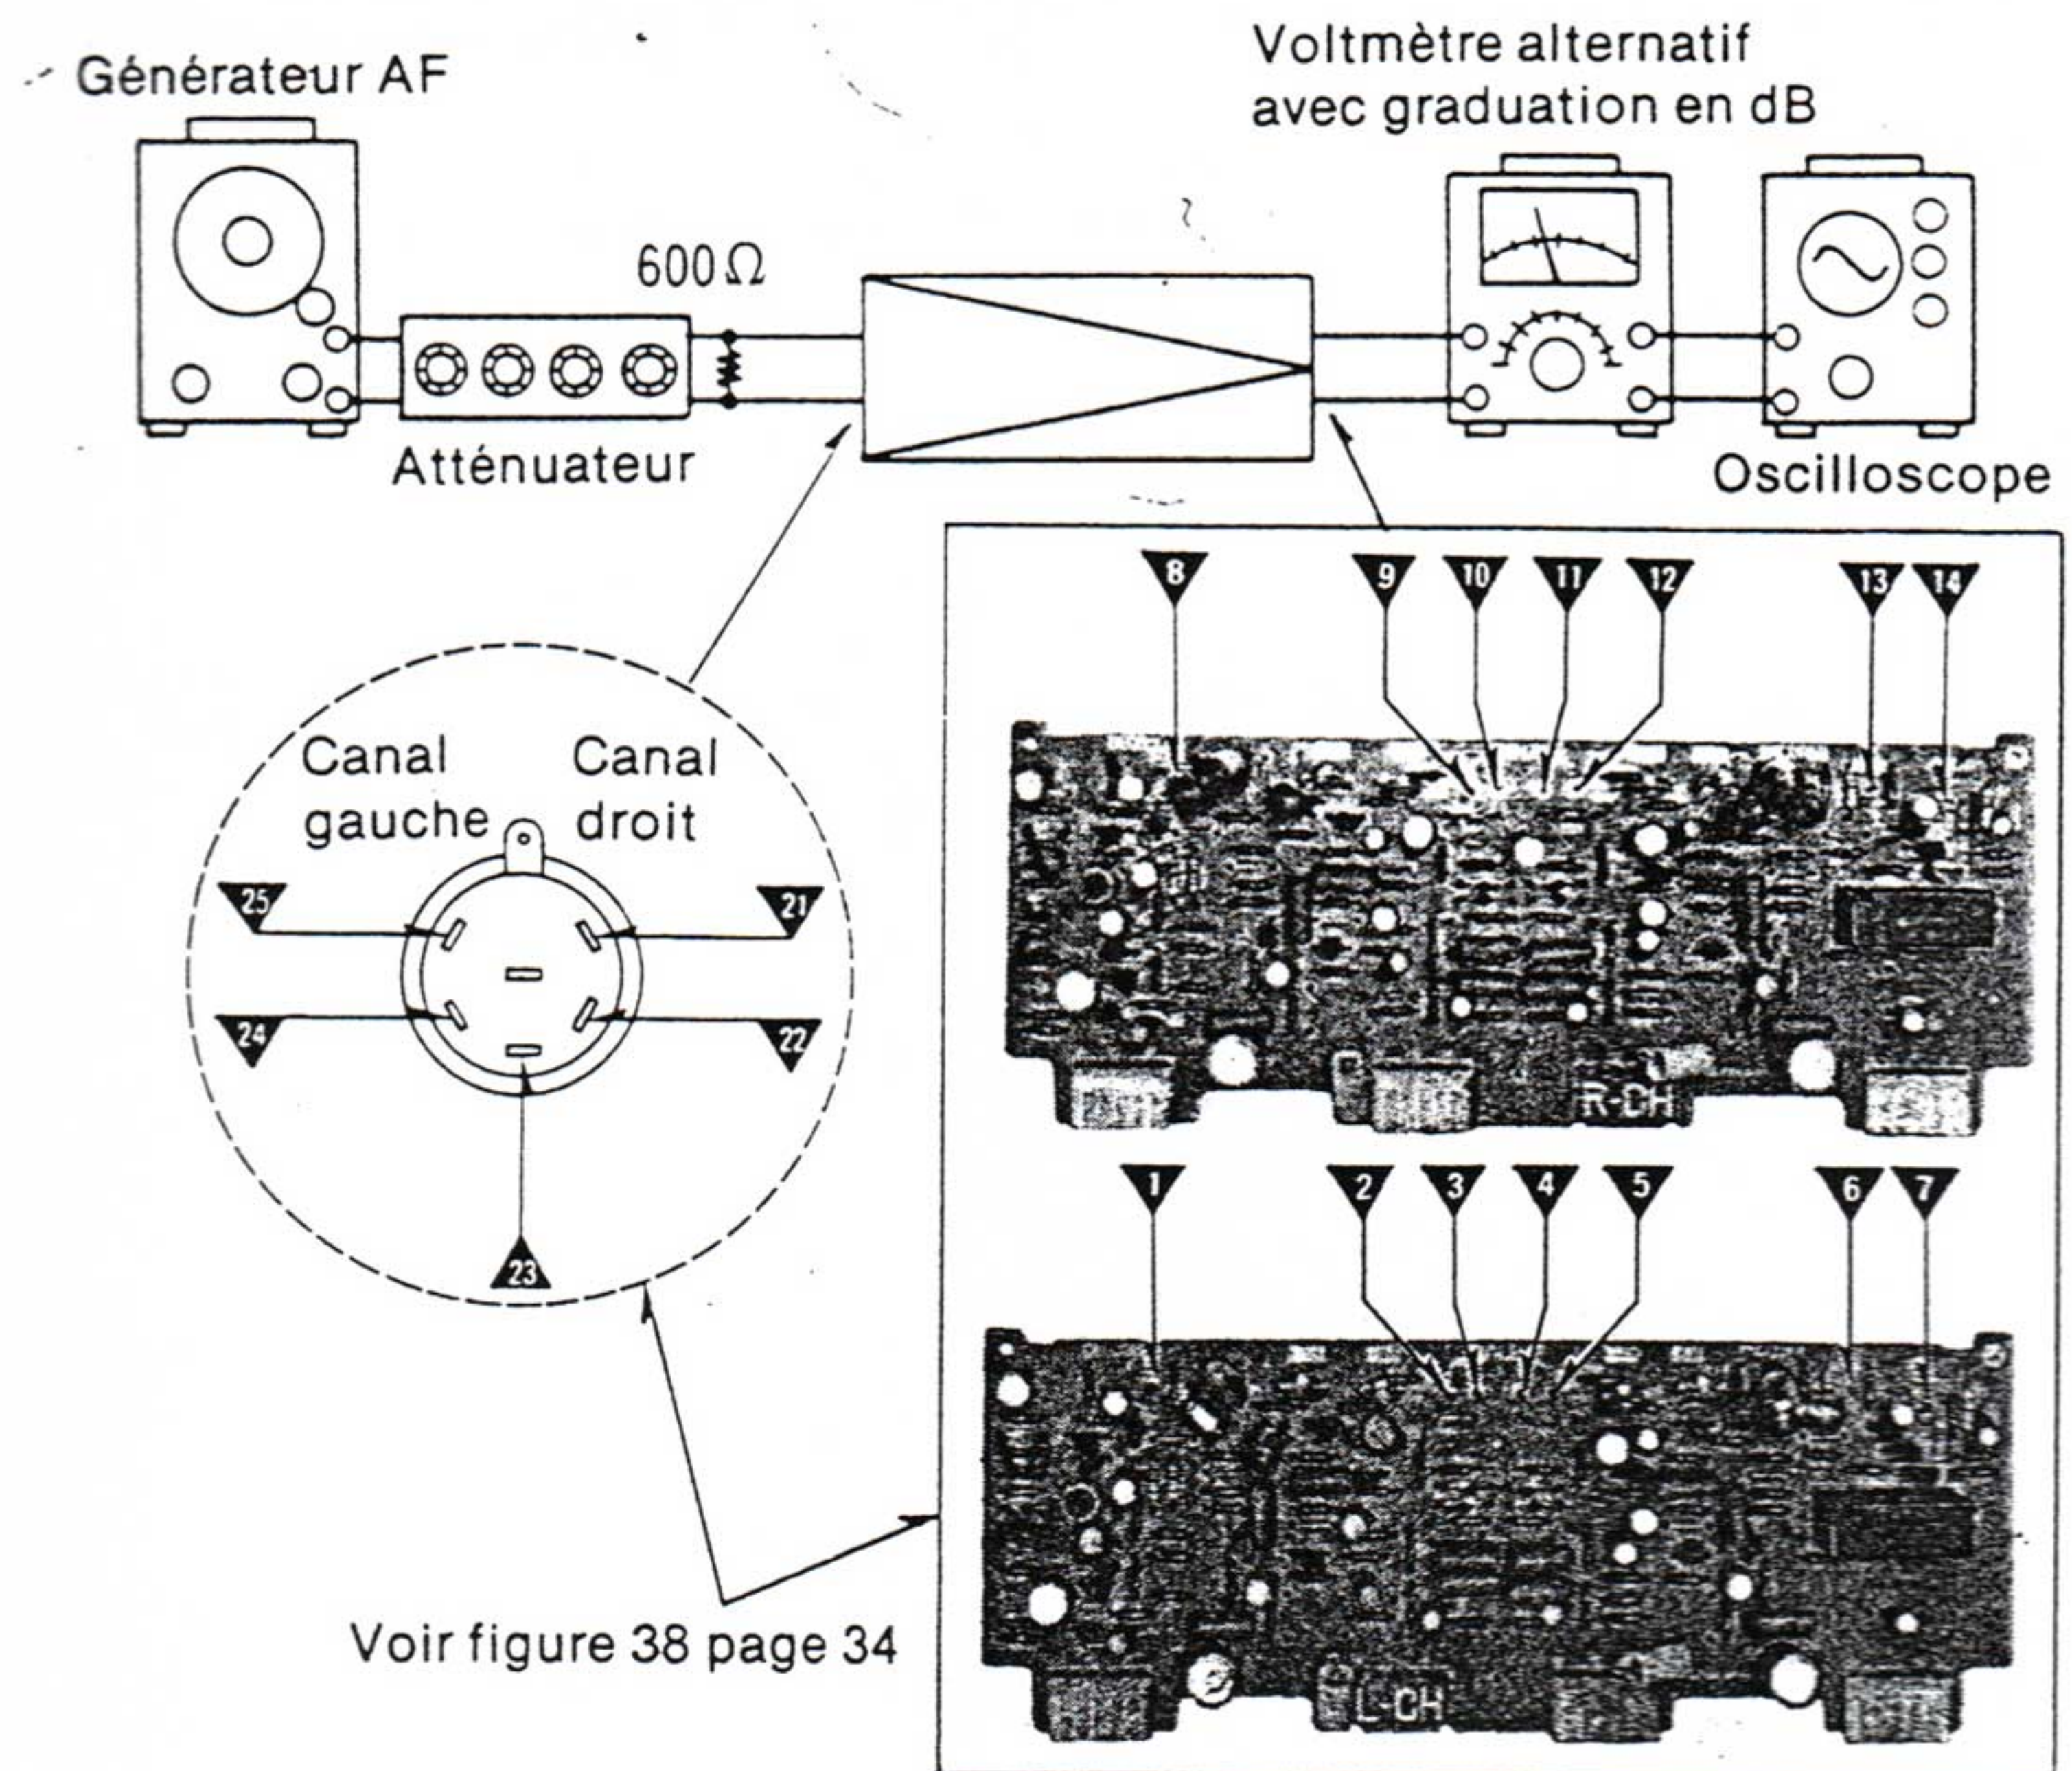

Fig. 22
1. Les appareils de mesure se branchent selon la figure 22.